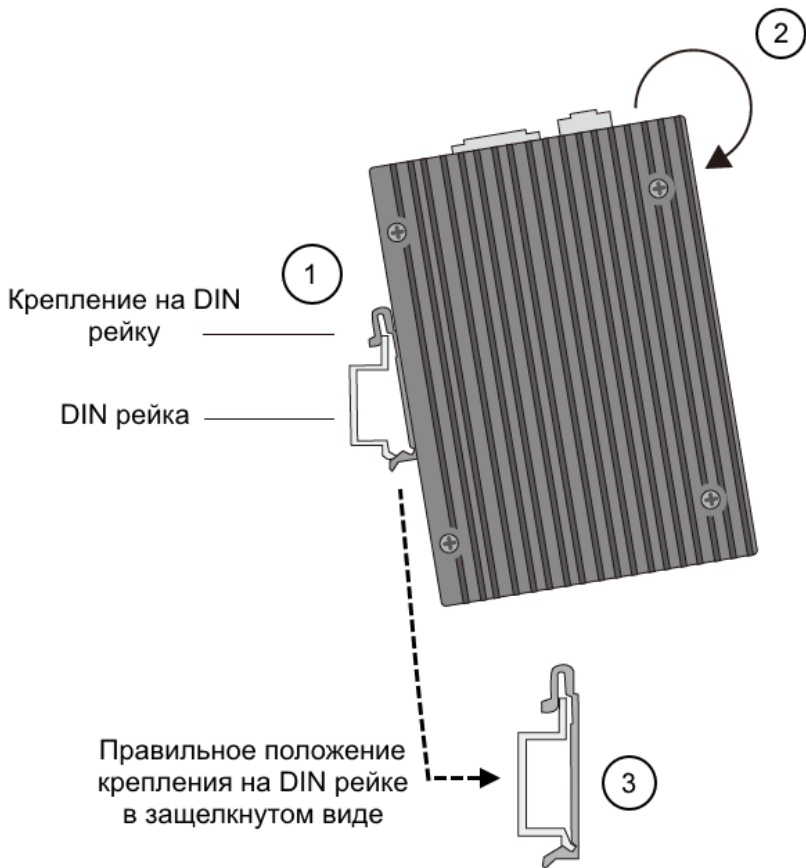

Рис. 6 Порядок монтажа коммутатора на DIN рейку
Для монтажа коммутатора на DIN рейку предусмотрено специальное крепление. Порядок монтажа показан ниже на рис. 6
- Наденьте крепление-защелку на DIN рейку (1);
- Нажатием на верхнюю часть коммутатора произведите монтаж коммутатора на DIN рейку до характерного щелчка (2);
- Правильное положение крепления-защелки (3) коммутатора на DIN рейке показано на рис. 6